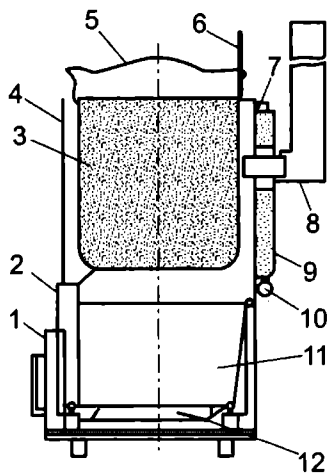

Рис. 45. Котел кормоварочный КВТ-60 (разрез):
*Котел кормоварочный КВТ-60* (рис. 45) выпускают серийно. Он пользуется повышенным спросом у фермеров. Состоит из двух частей: нижней основы и верхней — в виде кожуха с вмонтированным в него кормовым баком.